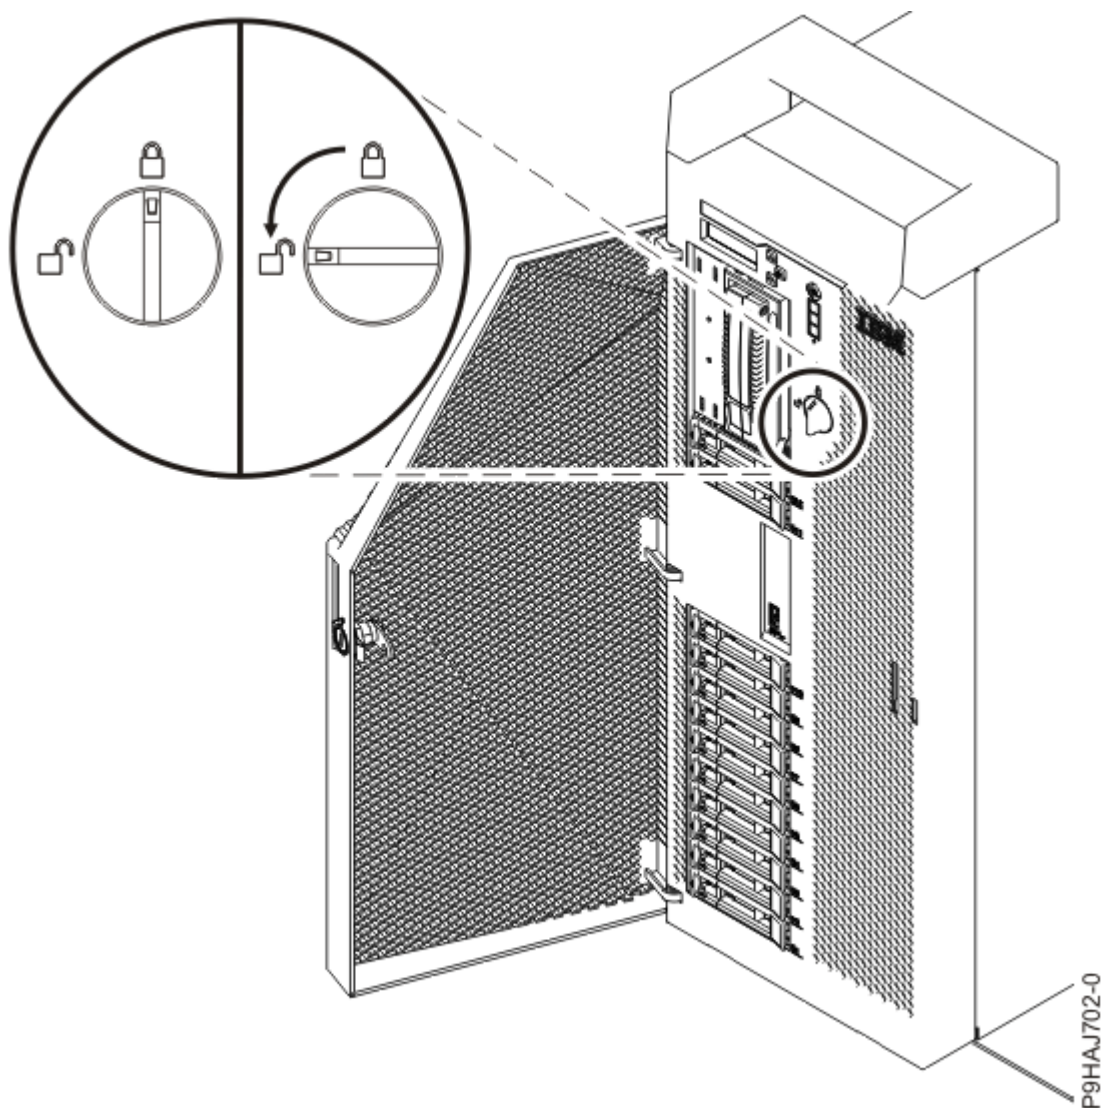

Figure 5. Ouverture du loquet de couvercle avant
- c) Tournez le loquet du couvercle vers la gauche (dans le sens contraire des aiguilles d'une montre) afin de déverrouiller le loquet, comme illustré dans la Figure 5, à la page 7.